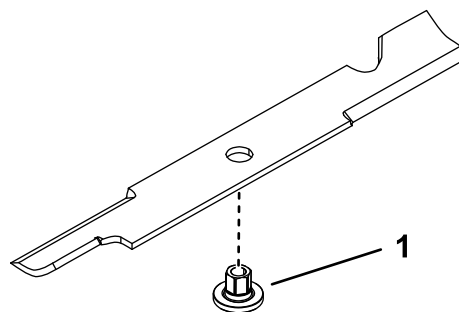

Figura 110
- Instale o casquilho através da lâmina com a flange do casquilho na parte inferior (relva) da lâmina (Figura 110).